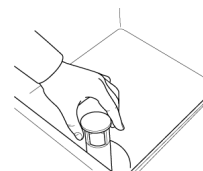

Fig.14
- 1- Ouvrir la porte et vérifier que toutes les composant, trop-plin inclus, soient dans leur logement. (Fig.14)